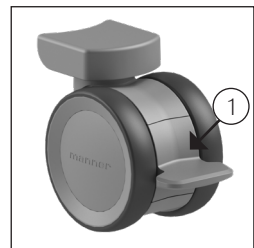

Abbildung 1. Aktivieren der Radsperre.
- Der Lotus / Lotus Compact / Lotus XL kann durch Herunterdrücken des Bremshebels (1) am Rad arretiert werden (Siehe Abbildung 1).